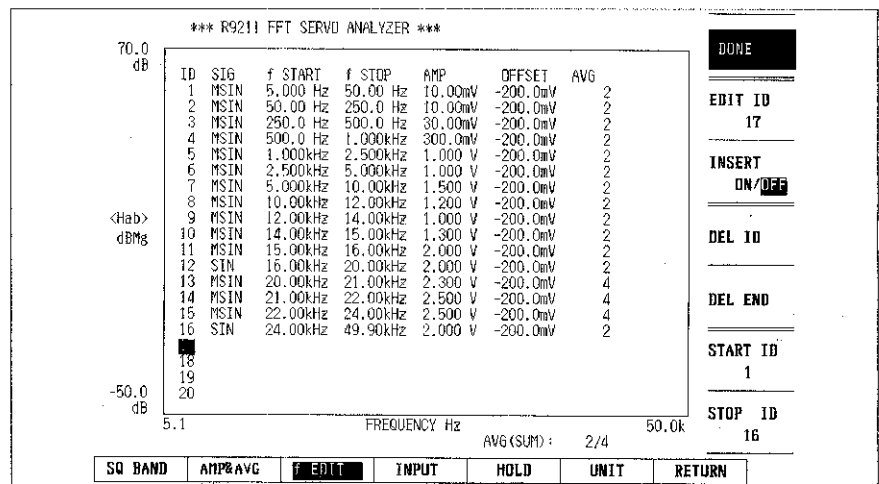

図5-3 周波数テーブル設定画面例
- (3) 高速・高精度を実現するために、周波数テーブルによる掃引ができます。(図5-3 を参照)